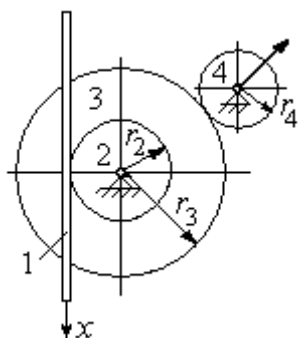

Рис. 2.8. Механизм стрелочного индикатора
**Задача 24.** В механизме стрелочного индикатора (рис. 2.8) движение от рейки мерительного штифта 1 передаётся шестерне 2, скреплённой на одной
Мерительный штифт движется поступательно вдоль оси  $x$  (см. рис. 2.8). Проекция скорости любой точки штифта на ось  $x$   $V_{1x} = \dot{x} = 4\pi\cos\pi t$  см/с. Такую же скорость имеет и точка касания штифта с шестернёй 2.